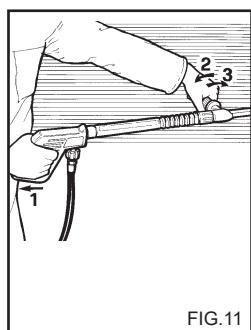
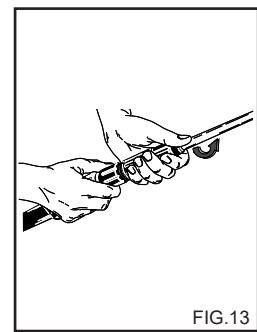

FIG.11
FIG.13
BRUK AV DUBBLET MUNSTYCKET ELLER STÄLLBART MUNSTYCKSHUVUD. (fig. 11)
2) Avlägsna förlängningen från handtaget och sätt i det dubbla sprutröret eller sprutröret med det reglerbara huvudet (fig. 13). Sätt på rengöringsmaskinen, aktivera rengöringsmedlets sugarordning på sprutröret (fig. 11, 12) och fördela det på ytan som ska tvättas nerifrån och upp. Låt det verka i några minuter.